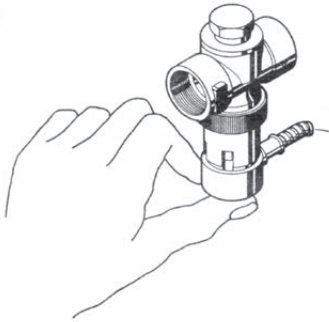

Fig. 101 Valvola di sicurezza scarico termico, premere il tappo rosso contro la valvola
- Premere il tappo rosso contro la valvola (Fig. 101) > l'acqua deve defluire nella tramoggia.